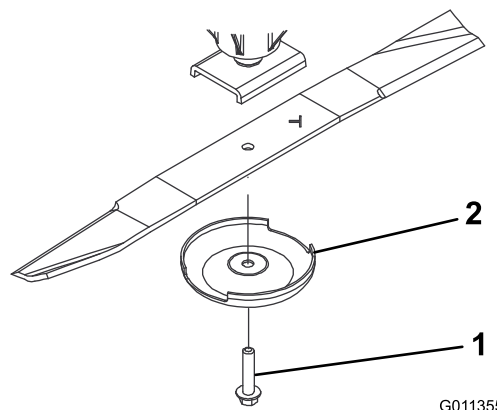

Рисунок 103
3. Снимите болт ножа, защитный колпак и нож с вала шпинделя (**Рисунок 103**).